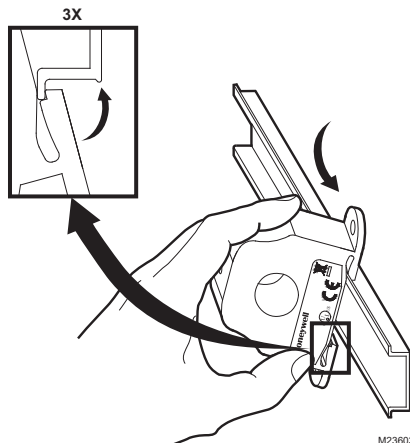

Fig. 1. Capteur placé sur rail DIN.
Les capteurs de courant peuvent être montés dans n'importe quelle position à l'aide des (2) vis Tek n° 8 x 3/4 po (19 mm) et des orifices de montage dans la base, ou enclenchés directement sur le rail DIN de 1-3/8 po (35 mm) (voir les Fig. 1 et 2). Laisser une distance minimum de 1 po (25 mm) entre le capteur de courant et tout autre dispositif magnétique, tels que contacteurs et transformateurs.